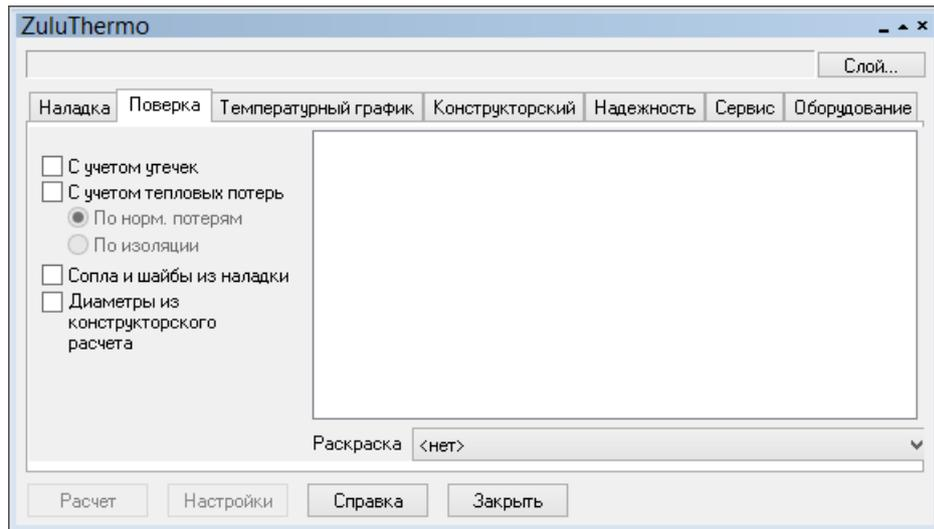

Рисунок 11.2. Вкладка «Поверка» диалога теплогидравлических расчетов
1. Выполните команду главного меню **Задачи|ZuluThermo** или нажмите кнопку  панели инструментов. Откроется окно теплогидравлических расчетов (см. Рисунок 11.2, «Вкладка «Поверка» диалога теплогидравлических расчетов»).